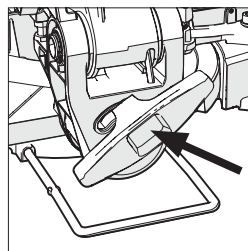

Fig. 20
- Lossa avfasningslåskskruven (**Fig. 20**).